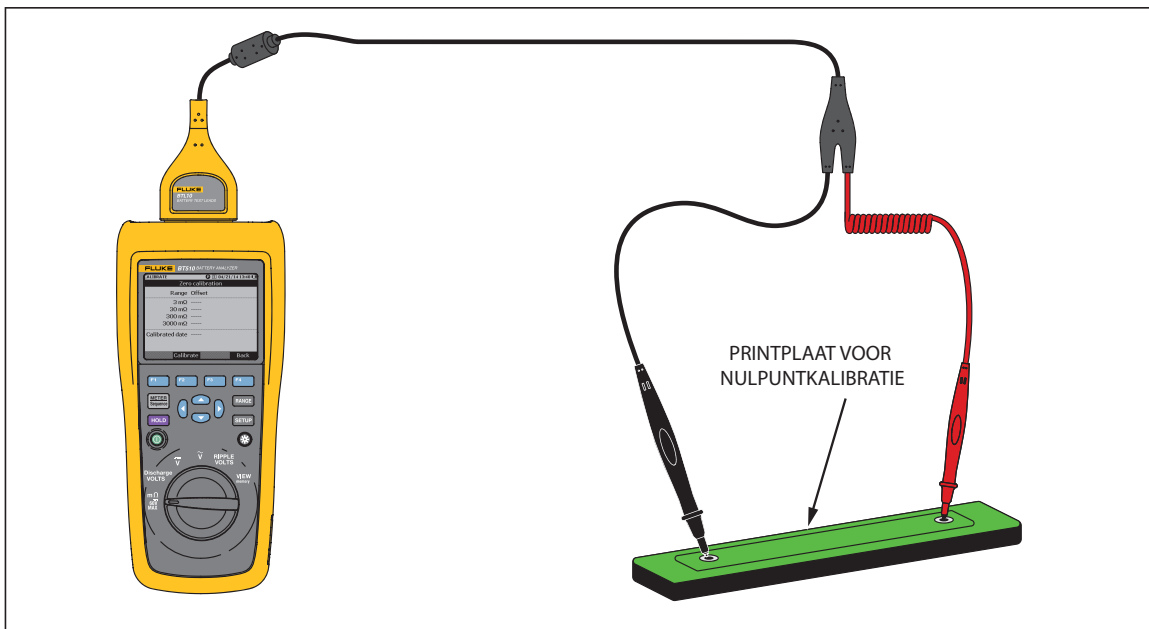

Figure 6-4. Opstelling voor nulpuntkalibratie
1. Plaats de printplaat voor nulpuntkalibratie horizontaal op een vlak oppervlak. Zie afbeelding 6-4.